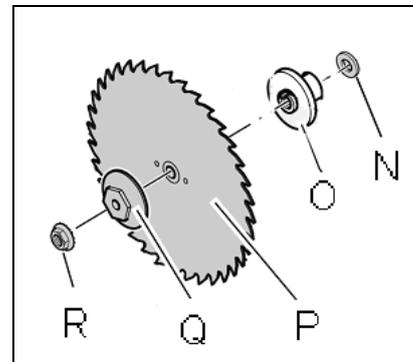

Рис. 16
Снимите гайку оправки (R, Рис. 16) и фланец (Q).